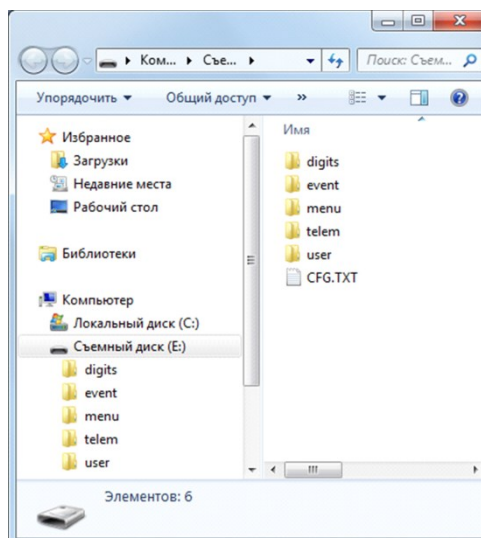

Рис. 9.3. Структура файлов контроллера
4. В окне Автозапуск выберите *Открыть папку для просмотра файлов*. В результате откроется окно, отображающее структуру файлов контроллера (рис. 9.3).